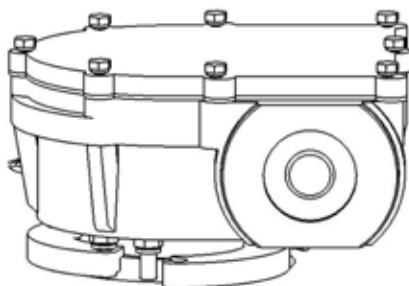

图 35 扁齿轮盒
1. 松开扁齿轮盒的压圈, 并将压圈一头稍许拉出 (6 个 M8 螺栓, 13 号扳手) (图 35)。